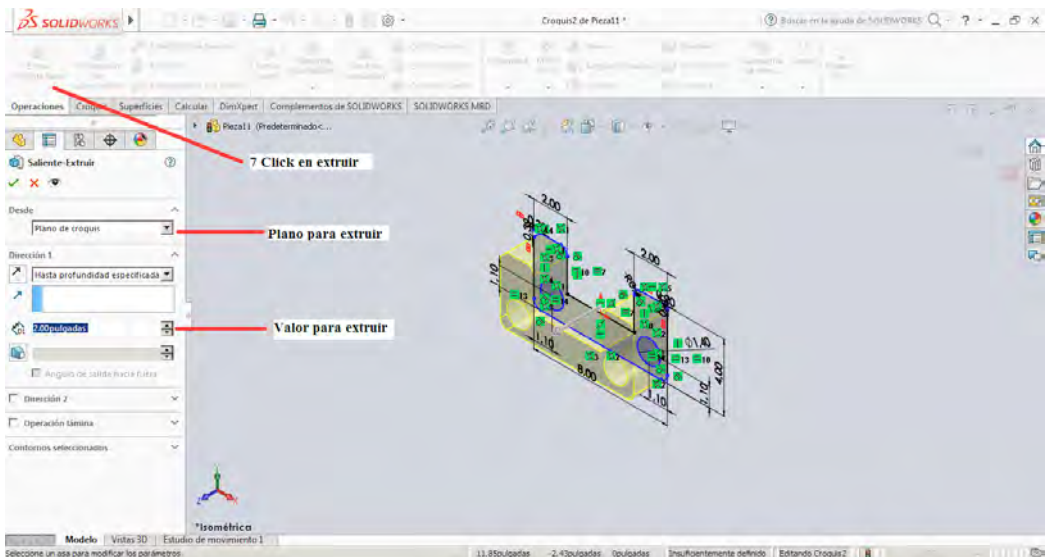

Figura 2-38
7. Para finalizar se realiza click sobre la pestaña de operaciones y se selecciona la herramienta **Extruir Saliente Base** con un valor de 2 pulgadas como se muestra en la figura 2-38